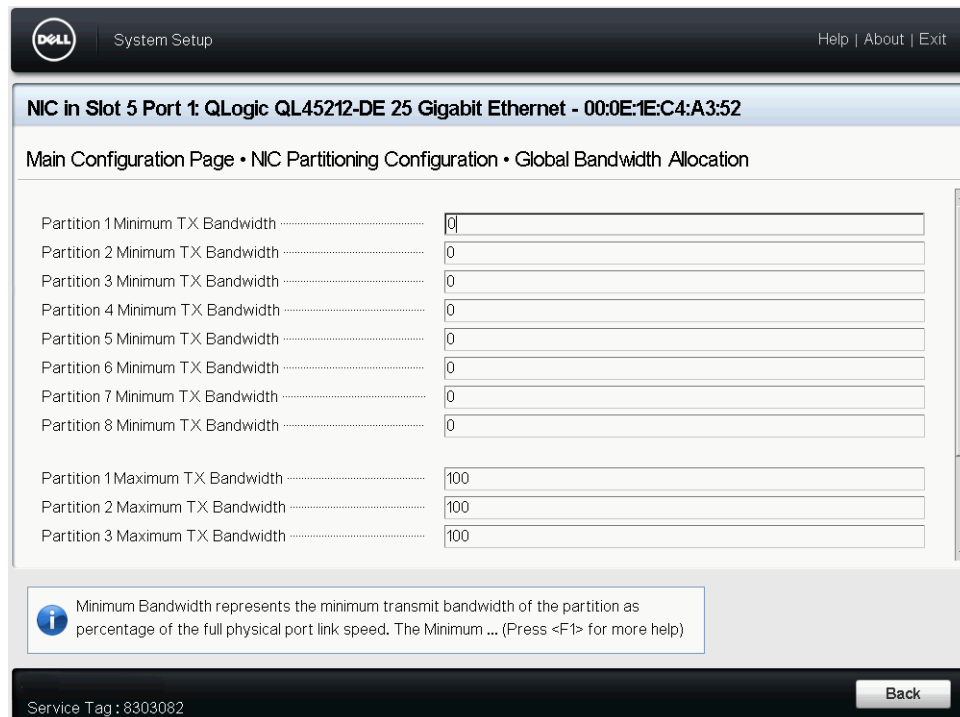

Abbildung 5-12. Seite für globale Bandbreitenzuordnung: NPAReP-Modus aktiviert
3. Klicken Sie auf der Seite „Global Bandwidth Allocation“ (Globale Bandbreitenzuordnung) (Abbildung 5-12) für jede Partition, deren Bandbreite Sie zuordnen möchten, in das Feld für die minimale und maximale Übertragungsbandbreite. Es sind vier Partitionen je Port vorhanden, wenn der NPAReP-Modus deaktiviert ist, und acht, wenn der NPAReP-Modus aktiviert ist. Für die Verwendung des NPAReP-Modus muss ARI im BIOS für den PCI-Steckplatz dieses Adapters aktiviert sein.